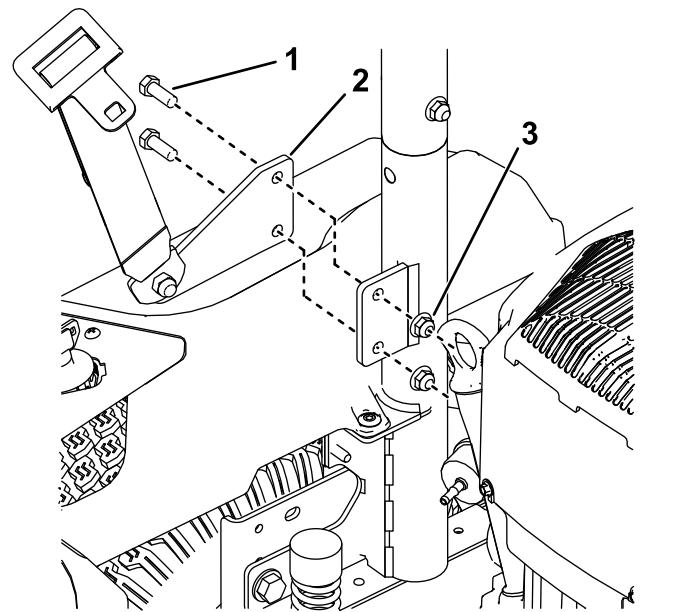

図 13
2. シートベルトブラケットを ROPS マウントの外側に取り付ける図 13。
5. 左ポッドブラケットを機体フレームに取り付けるタップねじ5/16 x $\frac{3}{4}$ " 2 本で図13のように取り付ける。